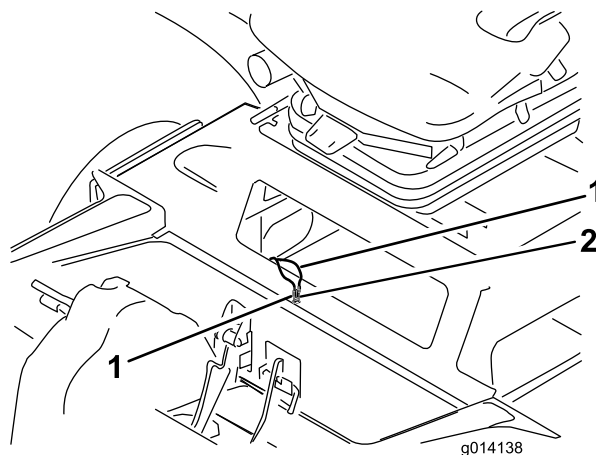

Figure 52
3. A l'intérieur du bac, repérez les deux fils de liaison de l'équilibrage, avec leur capuchon (Figure 52)